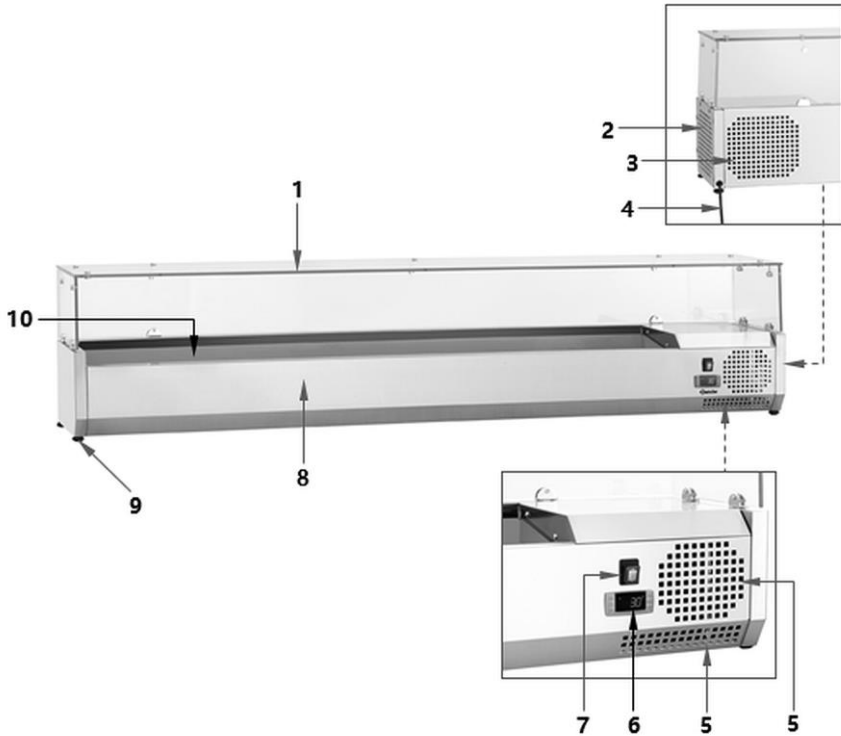

Рис. 1
1. Монтаж слід починати з кріплення скляних затискачів (по 2 зліва, справа і ззаду) до корпусу насадки вітрини-холодильника. Використати додані гвинти з потайною головкою для затискачів для скла (рис. 1).